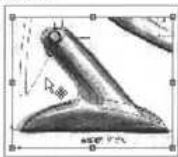

图 2-42 拖动图片
- (5) 此外，还可以在图形区域直接拖动图片的控标来调整图片的大小。当指针形状变成时，可以拖动该图片而不改变其大小，如图 2-42 所示。